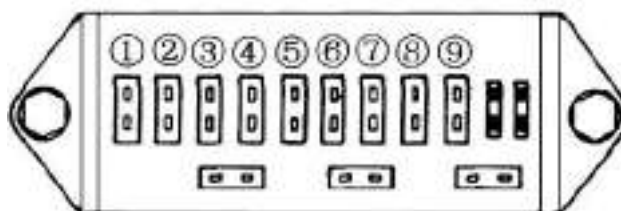

Рис. 2-28
2.2.3.4 Блок плавких предохранителей (Рис. 2-28)
Блок плавких предохранителей (Рис. 2-28)